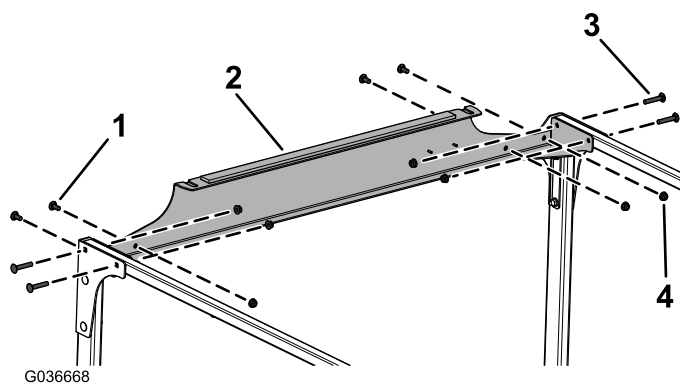

Figura 10
9. Instale sem apertar a ligação cruzada traseira nas tubagens da ligação cruzada e nas placas traseiras utilizando 4 parafusos de carroçaria (5/16 x 1 3/4''), 4 parafusos de carroçaria (5/16 x 3/4'') e 8 porcas flangeadas (5/16''), como se mostra na Figura 10.